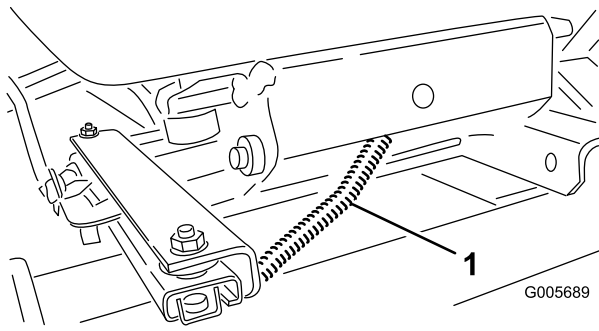

Figura 13
7. Pase el arnés del interruptor del asiento por los orificios del soporte del asiento y de la suspensión del asiento (Figura 13). Enchufe el conector del arnés en el conector del interruptor del asiento situado en la parte inferior del asiento.